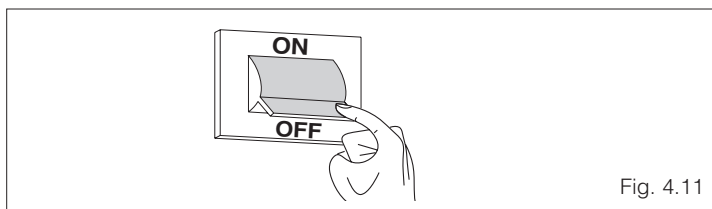

Fig. 4.11
- verificare l'arresto totale della caldaia posizionando l'interruttore generale dell'impianto su "spento" (fig. 4.11)